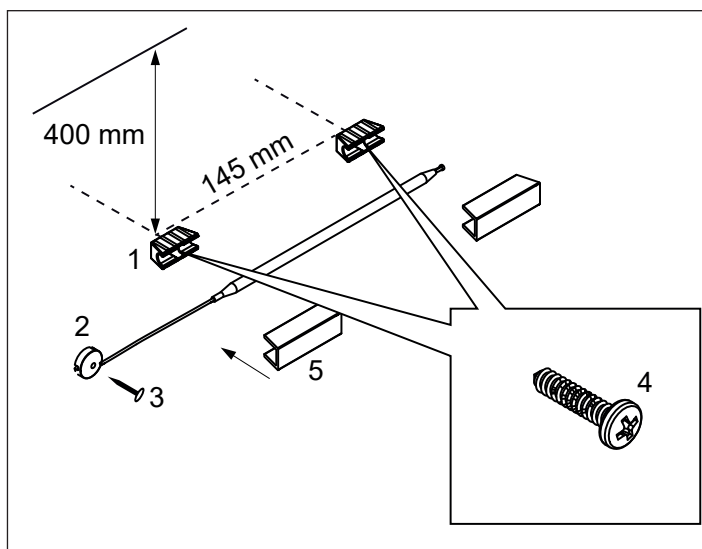

Fig 16: Installera temperatursensorn
Montera temperatursensorhållarna, (se (1) i Fig 16) med de två medföljande skruvarna (4) 400 mm ned från taket och 145 mm emellan.